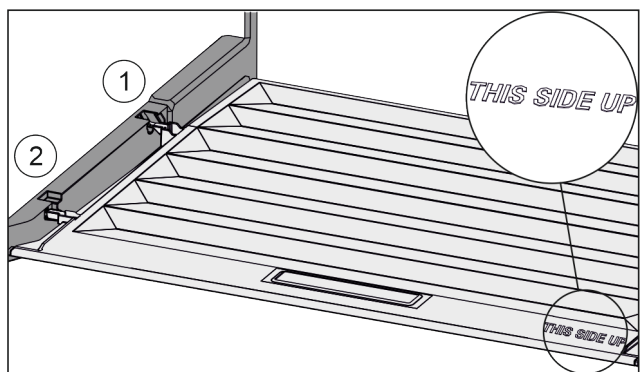

Fig. 127
- ▶ Dekselranden via de opening van de achterste houder Fig. 127 (1) aanbrengen en van voren in de houder Fig. 127 (2) klikken.